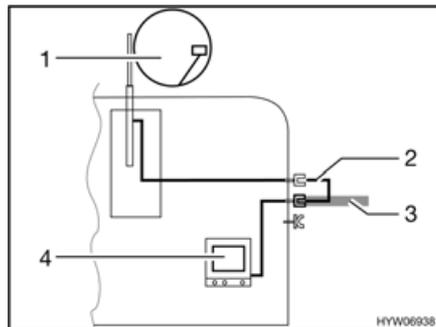

Bild 149 TV im Fahrzeug
- TV im Fahrzeug (Bild 149,4): Anschluss an Dachantenne (Bild 149,1) mit Verbindungskabel (Bild 149,2)
- TV im Fahrzeug (Bild 149,4): Anschluss an externe Antenne (Bild 149,3)